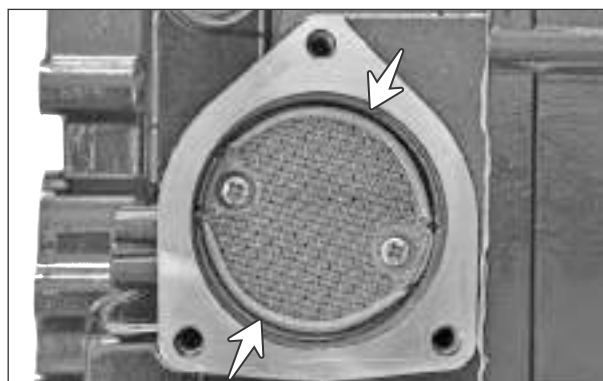

Fig. 4.28
- El filtro de aceite es suministrado a la derecha del cárter lado en la parte inferior dentro de la alcachofa de aceite tapa. (Fig. 4.28)